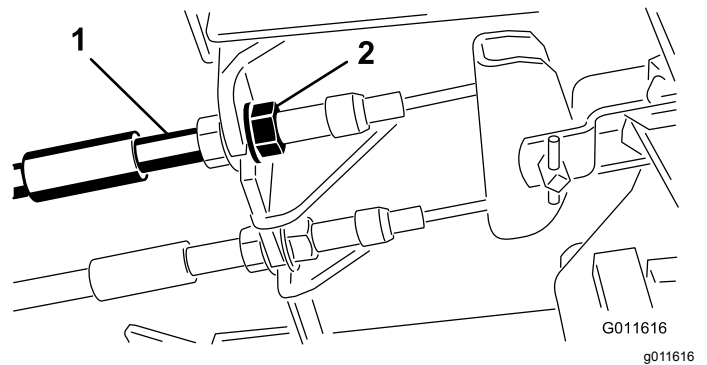

Figure 47
1. Pour réduire la garde aux pédales de frein, serrez les freins en desserrant l'écrou avant sur l'extrémité fileté du câble de frein (**Figure 47**).